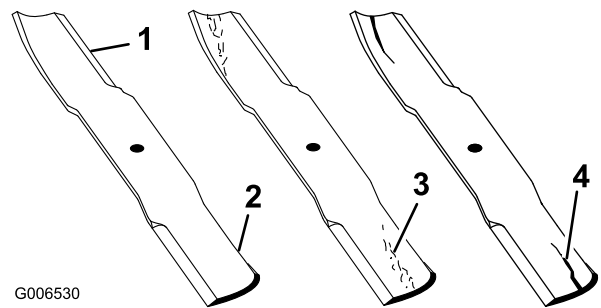

Figura 62
1. Inspeccione los filos de corte (Figura 62). Si los bordes no están afilados o tienen muescas, retire las cuchillas y afílelas. Consulte Afilado de las cuchillas.
2. Inspeccione las cuchillas, especialmente la parte curva (Figura 62). Si observa daños, desgaste o la formación de una ranura en esta zona (elemento 3 en la Figura 62), instale de inmediato una cuchilla nueva.